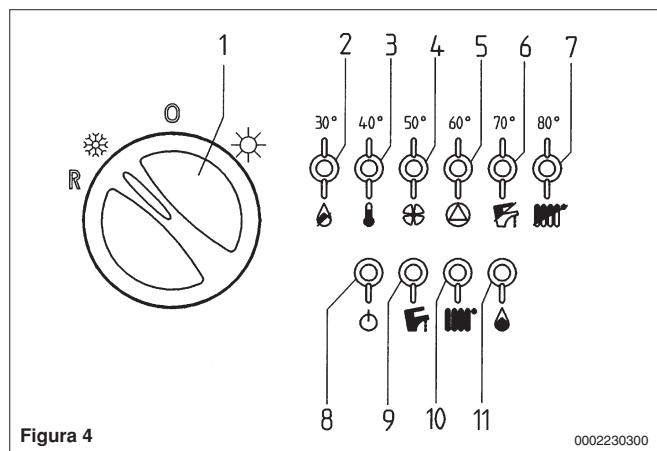

Figura 4
**Avvertenza:** In fase di prima accensione, finché non viene scaricata l'aria contenuta nella tubazione del gas, si può verificare la non accensione del bruciatore ed il conseguente blocco della caldaia. Si consiglia in questo caso di ripetere le operazioni di accensione, fino all'arrivo del gas al bruciatore, posizionando momentaneamente la manopola (1) in (R) (vedere anche figura 4).
**Advertencia:** En fase de primer encendido, hasta que no se haya descargado el aire contenido en la tubería del gas, es posible que el quemador no se encienda, con consiguiente bloqueo de la caldera. En este caso se aconseja repetir las operaciones de encendido, hasta que el gas llegue al quemador, ubicando momentáneamente el botón (1) en (R) (véase también figura 4).